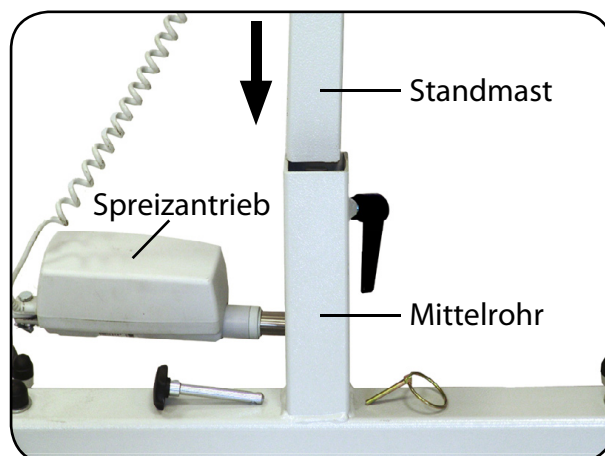

Abb. 6.1.05 - Standmast einstecken
5. Stecken Sie den Standmast, in Fahrtrichtung zeigend, in das Mittelrohr am Fahrgestell ein (Abbildung 6.1.05 und 5.01).